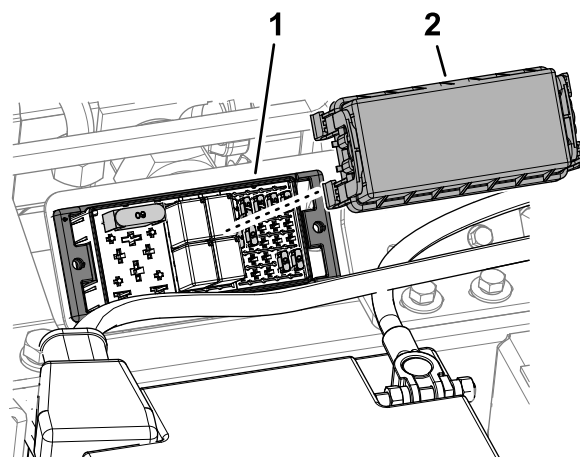

Figura 58
5. Montate il coperchio del portafusibili (Figura 58).
2. Togliete il coperchio del portafusibili (Figura 58).